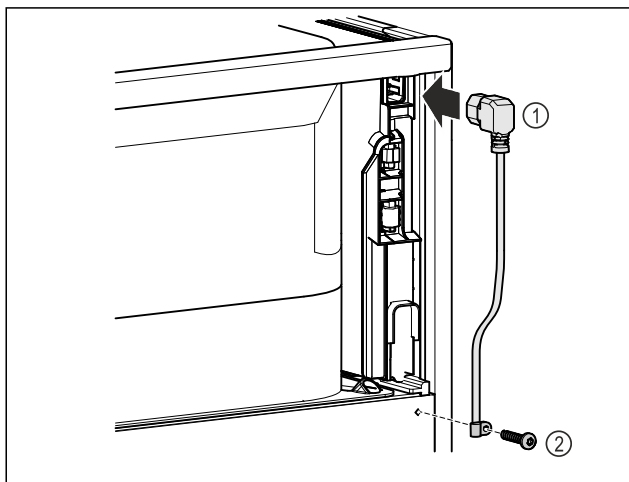

Fig. 9
- Inserire la presa del frigorifero del cavo di alimentazione Fig. 9 (1) sul retro dell'apparecchiatura.
- Montare il serracavo Fig. 9 (2)